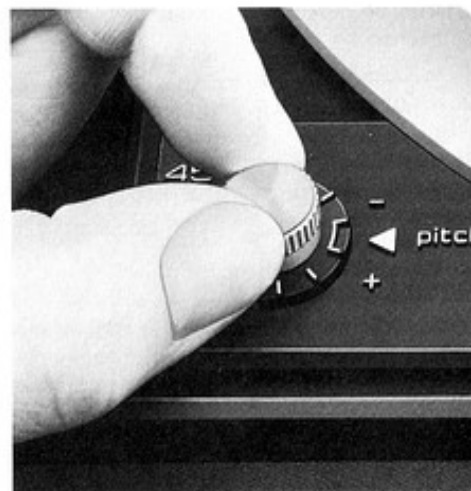

Fig. 20
Jede der beiden Normdrehzahlen 33 1/3 und 45 U/min kann mit der Tonhöhenabstimmung variiert werden. Die Einstellung erfolgt mit dem Drehknopf „pitch“ (2) (Fig. 20).
Chacune des 2 vitesses normalisées 33 1/3 et 45 tr/mn peut être modifiée par le réglage de la hauteur du son (2) (Fig. 20).
Each of the two standard speeds (33 1/3 and 45 rpm) can be varied with the pitch control. Adjustment is made with pitch control knob (2) (Fig. 20).